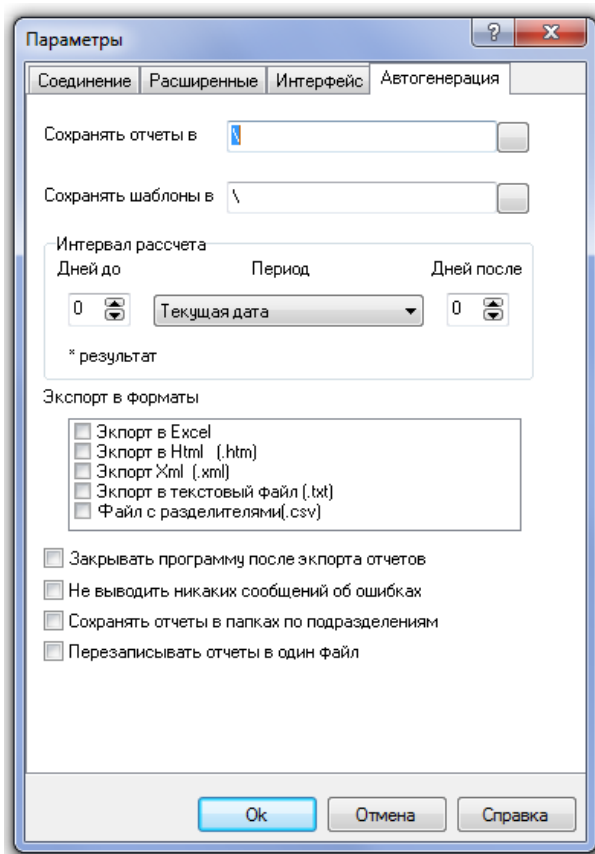

Рисунок 9-100 Определение параметров для автогенерации отчета
- 4) в окне «Параметры» на вкладке «Автогенерация» (см. п. 9.3.1.1.4) задать параметры для автоматической генерации отчета (см. Рисунок 9-100);